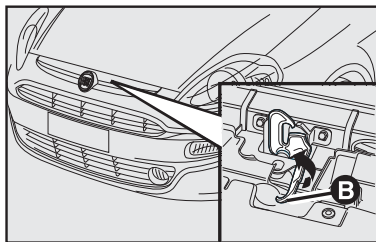

fig. 113
- 2) puxar a trava **B**-fig. 113 localizada acima da grade frontal sob o capô. Como indicado pela seta;